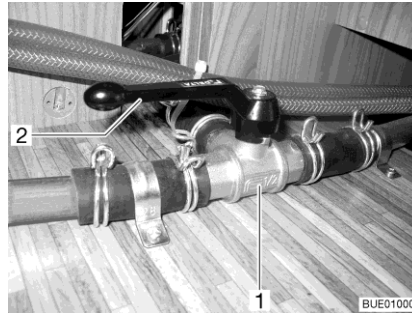

Bild 126 3-Wege-Ventil
- Den Hebel (Bild 126,2) des 3-Wege-Ventils (Bild 126,1) parallel zur geraden Durchflussrichtung (Bild 126) stellen.
- Den Hebel (Bild 126,2) des 3-Wege-Ventils (Bild 126,1) quer zur geraden Durchflussrichtung stellen.